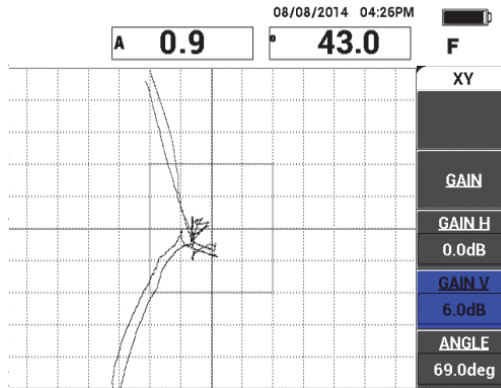

Figure 6-9 Réglage des paramètres GAIN H et GAIN V
5. Si nécessaire, réglez les paramètres **GAIN H** (touche C) et **GAIN V** (touche D) pour obtenir une distinction plus nette entre les deux décollements (voir la Figure 6-9 à la page 141).